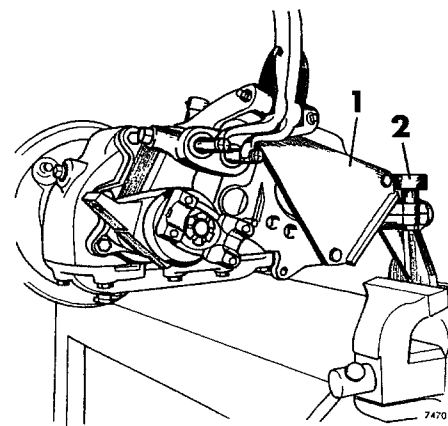

Fig 08-1. Fördelningsväxellåda uppsatt i fixtur
1. Spänn fast fästet, fixturen och fördelningsväxellådan enligt fig 08-1.